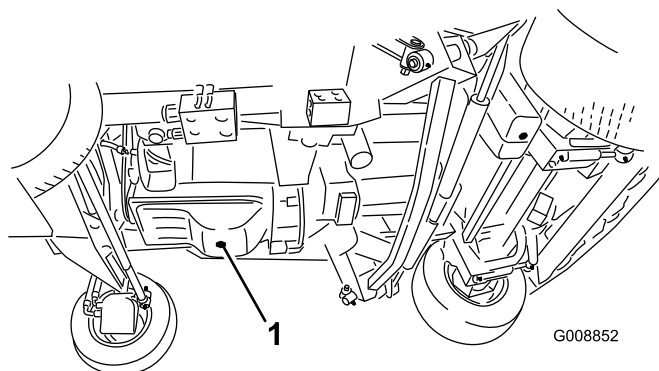

図 63
1. ドレンプラグ (図 63) を外してオイルを容器に受ける。オイルが抜けたらドレンプラグを取り付ける。